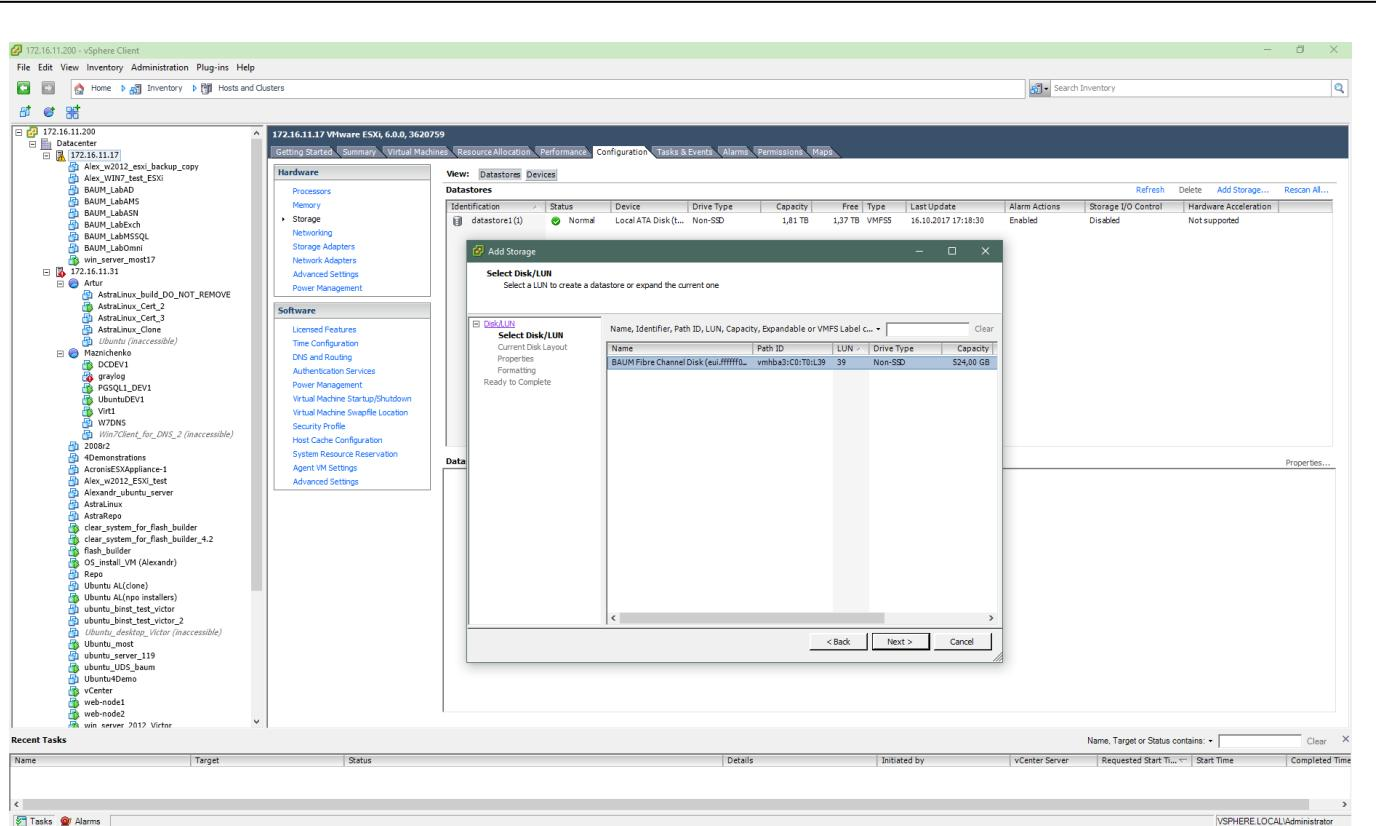

Рисунок 106 – Выбор луна Storage
- 10) Нажать на кнопку «Next» (см. Рисунок 106)